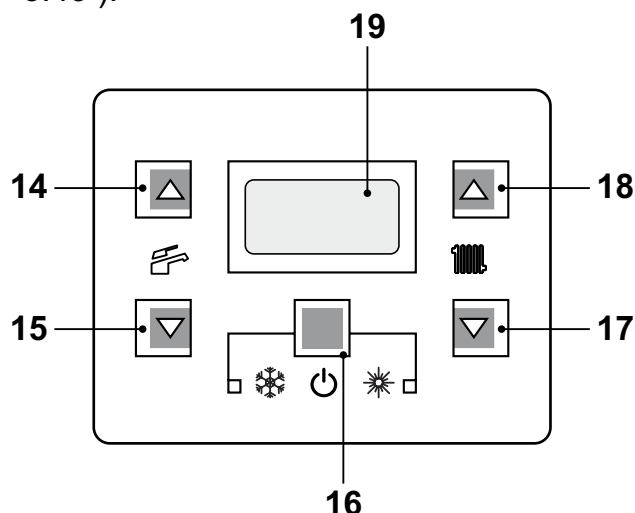
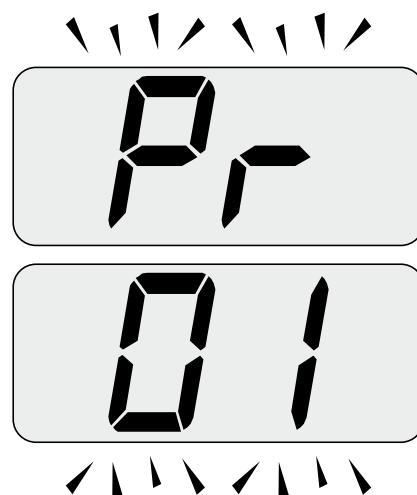
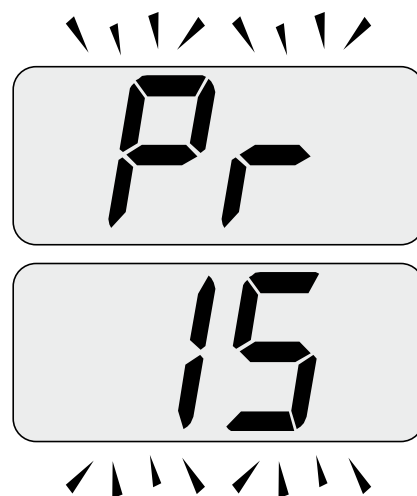
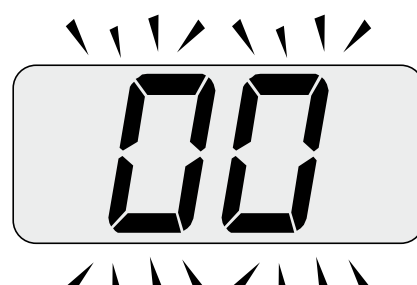

Figura 5.42
Figura 5.43
Figura 5.44
Figura 5.45
- Entrare in "modalità programmazione" premendo contemporaneamente per 10 secondi i tasti 16 - 17 - 18 (Figura 5.42 ) fino a far apparire sul display LCD le lettere **Pr** che si alternano con il codice **01**, indicanti l'entrata nel "parametro 01"(Figura 5.43 ).
- Scorrere i vari parametri utilizzando i tasti 17 o 18 fino a far apparire sul display LCD le lettere **Pr** che si alternano con il codice **15**, indicanti l'entrata nel "parametro 15"(Figura 5.44 ).
- Premere contemporaneamente i tasti 16 e 18 (Figura 5.42 ) fino a far apparire sul display LCD il valore del parametro 15 (Figura 5.45 ).
- Premendo il tasto 16 (Figura 5.42) si ottiene la conferma del valore inserito.
- Premendo contemporaneamente i tasti 16 e 17 (Figura 5.42) si esce senza modificare il valore (ritorno alla lista parametri Figura 5.44)
- Premendo contemporaneamente per 10 secondi i tasti 16 - 17 - 18 (Figura 5.42) si esce dalla "modalità programmazione".
Comunque se la temperatura ambiente non dovesse essere confortevole si può aumentare o diminuire la temperatura di mandata dell'impianto riscaldamento di  $\pm 15^\circ\text{C}$  agendo sui tasti 17 (diminuzione) e 18 (aumento) (Figura 5.42).